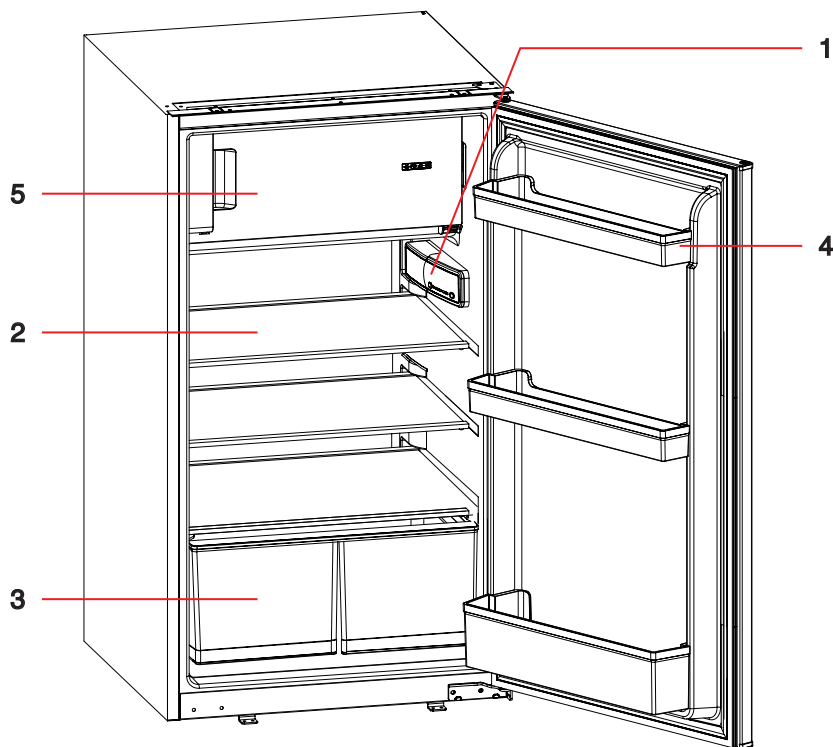

Abb. 4.1
- Das Bedienfeld für die Temperaturregelung befindet sich im mittleren Bereich im Inneren des Geräts (1, Abb.4.1).
- Zum Einschalten des Geräts halten Sie die Taste „Power“ (A) 3 Sekunden lang gedrückt. Die Anzeige leuchtet auf, wenn das Gerät eingeschaltet ist.
- Drücken Sie die Taste „Adjust“ (B), um die Temperatur im Innenraum einzustellen, und wählen Sie die Einstellung von „1“ bis „5“ (C).
- Zum Ausschalten des Geräts halten Sie die Taste „Power“ (A) 3 Sekunden lang gedrückt. Die Anzeige erlischt und anschließend werden der Kühlschrank und die Innenbeleuchtung ausgeschaltet.